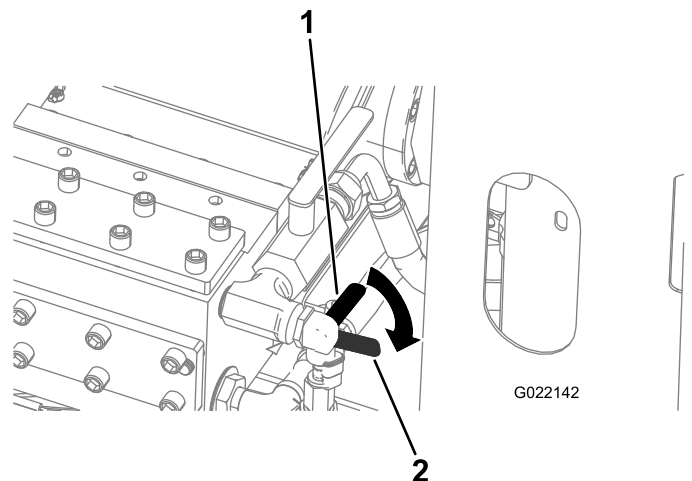

Bild 154
- A. Öffnen Sie das Frostschutzmittelventil an der Vorderseite der Bohrflüssigkeitspumpe (unteres Ventil), siehe Bild 154.
6. Schließen Sie das Ventil für Frostschutzmittel (Bild 154).